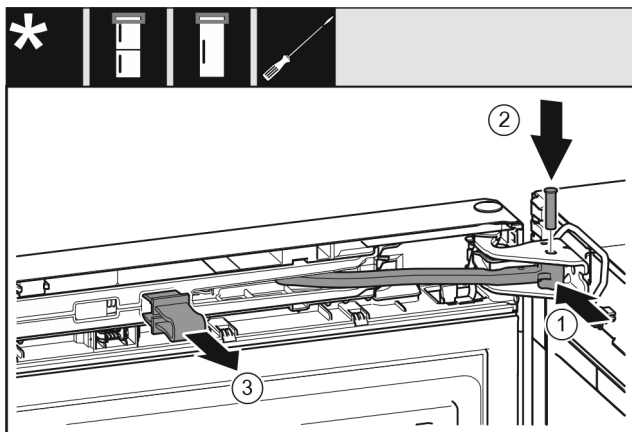

Fig. 45
- ▶ Otočte kloub Fig. 45 (1) ve stojanu ložiska.
- ▶ Vložte čep Fig. 45 (2) do stojanu ložiska a kloubu. Přitom dávejte pozor, aby byla zajišťovací vačka správně usazena v drážce.
- ▶ Pojistku Fig. 45 (3) vytáhněte.